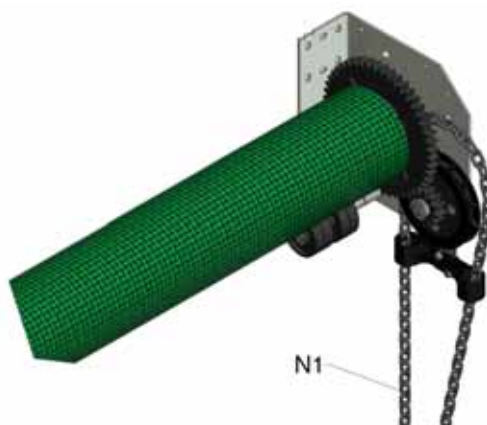

Abbildung 8: Montage der Bedienkette
7. Bedienkette (N1) um das Kettenrad und durch die Kettenführung führen und ggf. auf die gewünschte Länge zuschneiden (Abbildung 8). Kette zu einer durchgängigen Schlaufe verbinden. Dazu ein Kettenglied aufsägen, aufbiegen und die beiden Enden zusammenfügen. Nach Schließen der Kette scharfe Kanten abfeilen, sodass sich der Benutzer nicht an der Kette verletzen kann. Das Kettenglied muss nicht verschweißt werden.